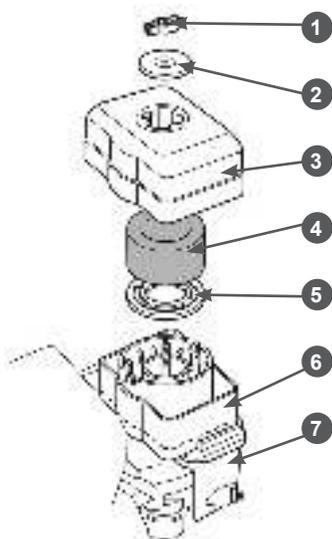

Рис. 11 Подготовка воздушного фильтра
1. Открутите барашковую гайку 1, снимите шайбу 2 и крышку 3 воздушного фильтра (Рис. 11).
2. Извлеките из крышки 3 воздушного фильтра поролоновый фильтрующий элемент 4 (Рис. 11).
4. Залейте в масляную ванну 6 (Рис. 11) чистое моторное масло до отметки 1 «OIL LEVEL» на корпусе масляной ванны (Рис. 12).
2. Открутите барашковую гайку 1, снимите шайбу 2 и крышку 3 воздушного фильтра (Рис. 11).
3. Извлеките из крышки 3 воздушного фильтра поролоновый фильтрующий элемент 4 и проверьте его целостность и чистоту (Рис. 11). При обнаружении повреждений фильтрующий элемент необходимо заменить. При наличии загрязнений поролонового фильтрующего элемента необходимо провести его очистку. Подробнее в разделе ОБСЛУЖИВАНИЕ ВОЗДУШНОГО ФИЛЬТРА.